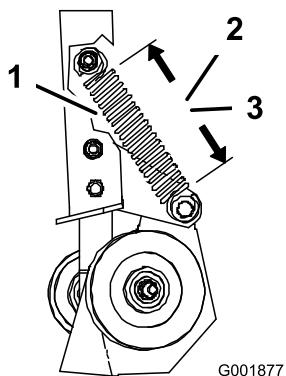
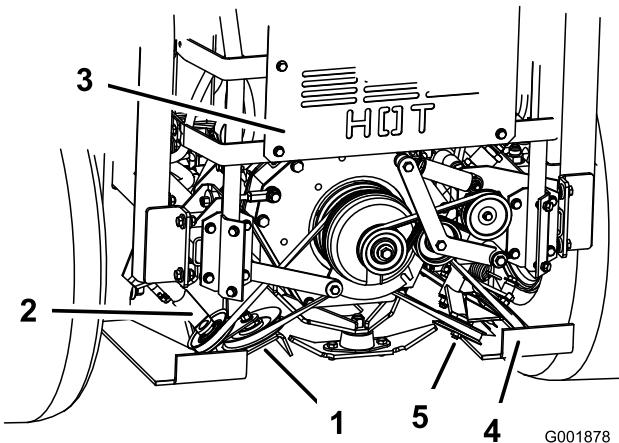

Figure 63
Figure 64
- Mesurez la longueur du ressort. Vérifiez que les dimensions des spires du ressort sur la poulie de tension rappelée par ressort correspondent bien aux valeurs données ci-dessous (Figure 63 et Figure 64).
- Mesure du ressort gauche : $14,6 \pm 0,3$ cm (Figure 63).
- Mesure du ressort droit : $14,0 \pm 0,3$ cm (Figure 63).
- Si le ressort n'est pas aux bonnes dimensions, desserrez l'écrou de fixation de la poulie de tension réglable pour pouvoir la déplacer dans la fente (Figure 64).
- Relâchez la pression sur la poulie de tension rappelée par ressort (Figure 64).
- Abaissez la poulie réglable dans la fente puis serrez l'écrou (Figure 64).
- Vérifiez que les dimensions des spires du ressort sur la poulie de tension rappelée par ressort sont correctes (Figure 63).